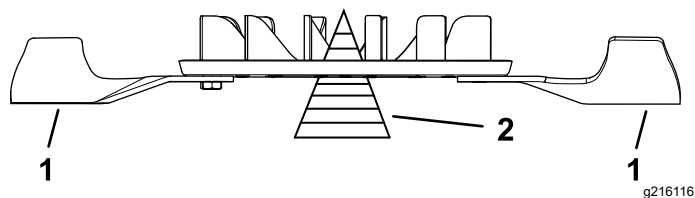

Figura 109
- Verifique el equilibrio del conjunto de las cuchillas colocándolo sobre un equilibrador de cuchillas (Figura 109).